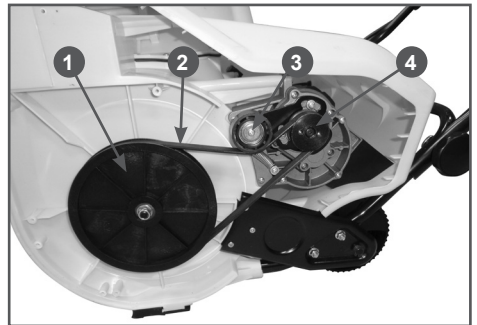

Рис. 11 Обслуживание ремня привода шнека
2. Отожмите ролик 3 от ремня 2, выведите ремень из-под ролика в сторону и затем, отпустите ролик и перекиньте ремень в положение над роликом (Рис. 11).
3. Снимите ремень 2 сначала со шкива 1 вала шнека, а затем со шкива 4 вала редуктора (Рис. 11).
5. Проверьте состояние ролика 3 натяжения ремня (Рис. 11). Если на поверхности пластикового ролика есть трещины и продольные канавки – ролик необходимо заменить.
6. Проверьте, как ролик 3 вращается без нагрузки (Рис. 11). Если при вращении ролика ощущается затруднение, подклинивание и большой люфт подшипника, ролик необходимо заменить.
7. Проверьте состояние шкива 1 вала шнека (Рис. 11). Если шкив имеет повреждения – шкив необходимо заменить.